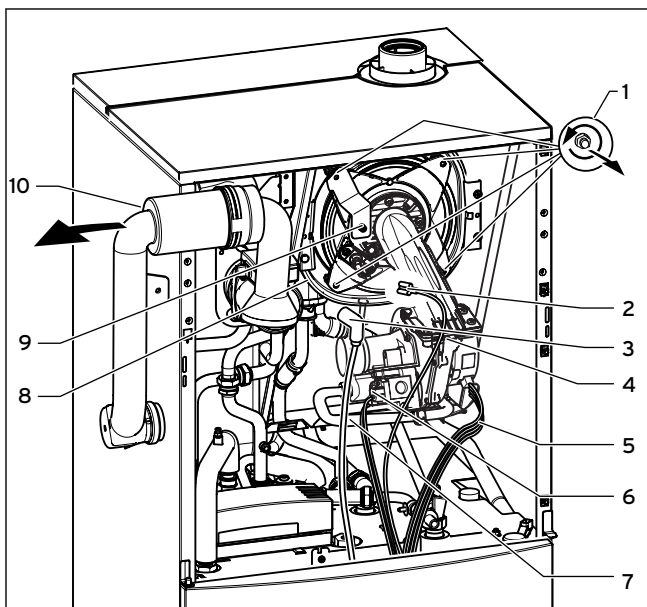

Рис. 8.2 Демонтаж модуля горелки
- Отделите подводящую линию газа (7).
- Удалите четыре гайки (1), см. рис. 8.2.
- Снимите модуль горелки (4) с интегрального конденсационного теплообменника (8), см. рис. 8.2.